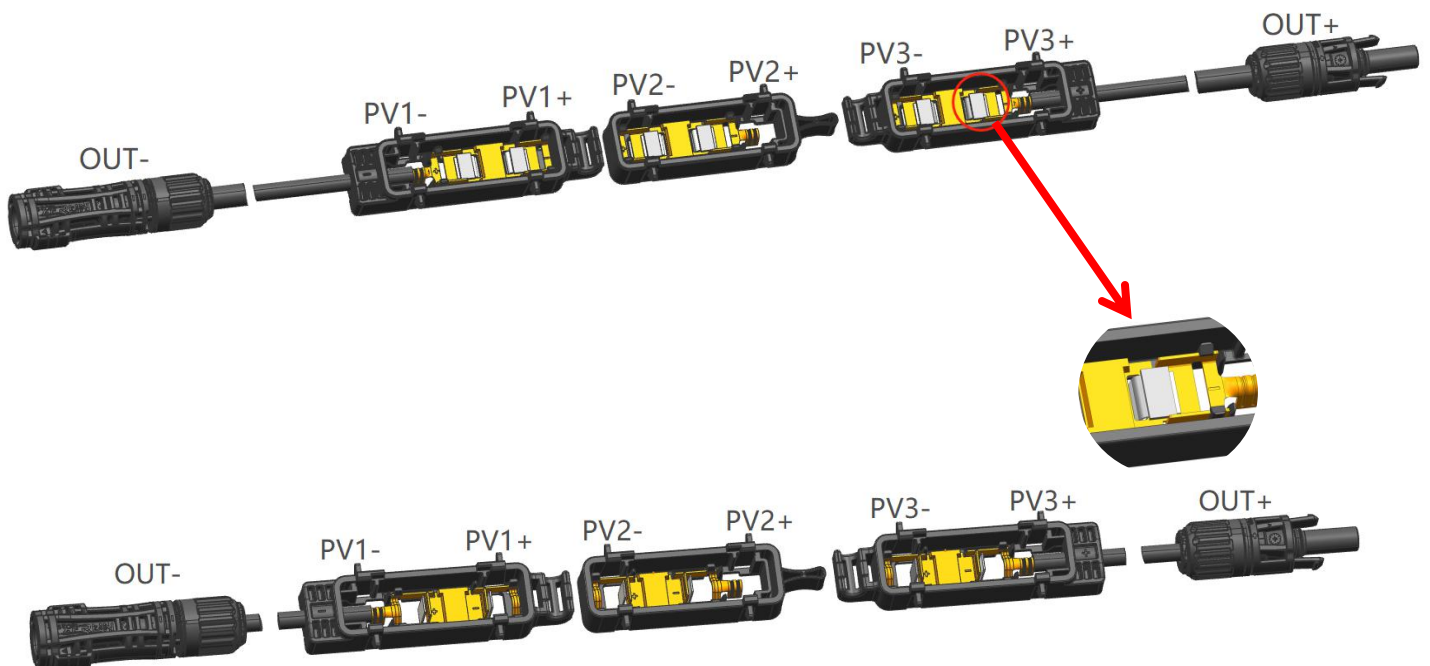
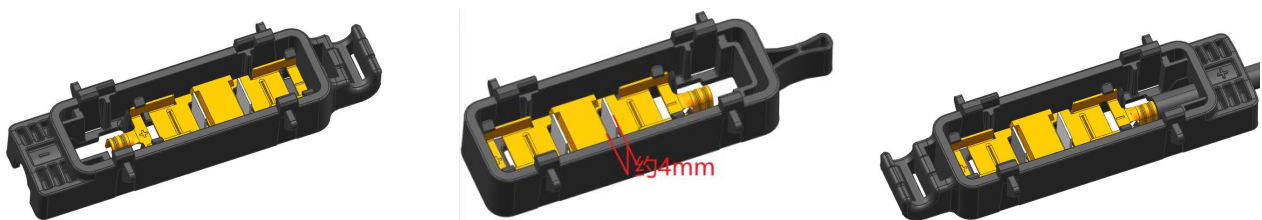
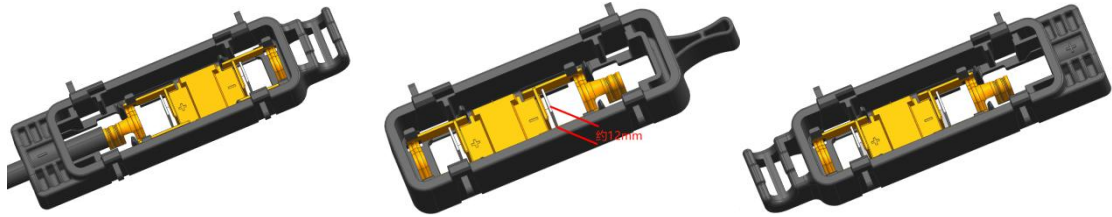

图 1
图5
图7
3.3.1 锡焊式接线盒与汇流带的连接如图1，注意汇流带的极性及出线位置与接线盒的一致。
如图1，注意汇流带的极性及出线位置与接线盒的一致。所留汇流带的参考长度如图5所示。
3.3.2 电阻焊式接线盒与汇流带的连接如图1，注意汇流带的极性及出线位置与接线盒的一致，并用电极将汇流条与模组二极管碰焊连接。所留汇流带的参考长度如图7所示。